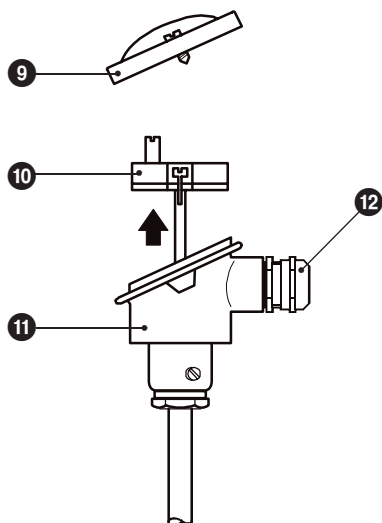
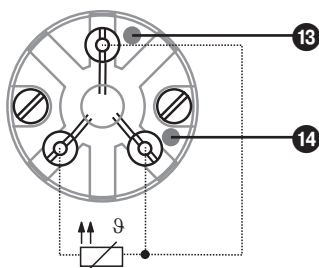
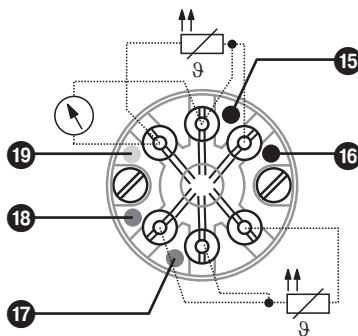

Fig. 4
Fig. 9
Fig. 10
1. Deckel ⑨ vom Anschlusskopf ⑪ abnehmen. **Fig. 4**
2. Kabelverschraubung ⑫ lösen.
3. Kabel durch Kabelverschraubung ⑫, Ring, Dichtung und Anschlusskopf ⑪ führen.
4. Anschlussklemmen des Meßeinsatzes ⑩ gemäß Anschlussplan **Fig. 9, Fig. 10** belegen.
5. An die gelb und schwarz markierten Klemmen von TRG 5-54 können alternativ z.B. Anzeigegeräte angeschlossen werden. **Fig. 10**
6. Kabelverschraubung ⑫ anziehen.
7. Deckel ⑨ aufsetzen und festschrauben.
Prüfen Sie, ob TRG 5-5... mit den dazugehörigen Steuergeräten TRS 5-6 oder TRS 5-8 gemäß dem Anschlussplan verdrahtet ist. **Fig. 9, Fig. 10**
2. Prüflleitungen direkt am Messeinsatzes ⑩ ankleben.
5. Deckel ⑨ aufsetzen und festschrauben.